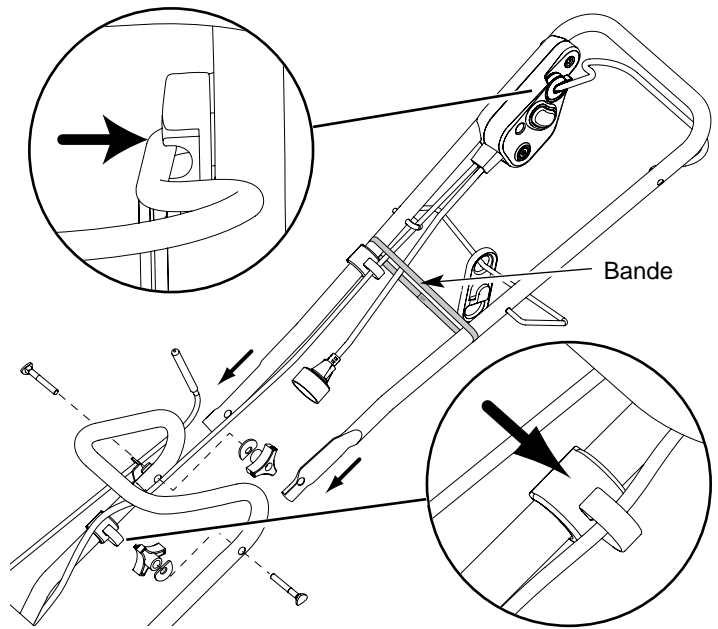

Fig. 1
1. Lorsque vous déballiez la machine, détachez et sortez les deux boutons et rondelles de l'intérieur des barres inférieures (Fig. 1).
2. Tenez le guidon dans la position montrée dans la Figure 1 et glissez-le dans les barres inférieures en vous assurant que les extrémités du guidon sont à l'intérieur des barres inférieures.
4. Assurez-vous que l'oreille est bien assemblée dans l'ensemble interrupteur (Fig. 1).
7. Attachez le câble de l'interrupteur à la retenue du câble sur la barre inférieure comme montré dans le schéma en cartouche dans la Figure 1.
8. Retirez la bande une fois que la poignée supérieure est assemblée à la poignée inférieure (Fig. 1).